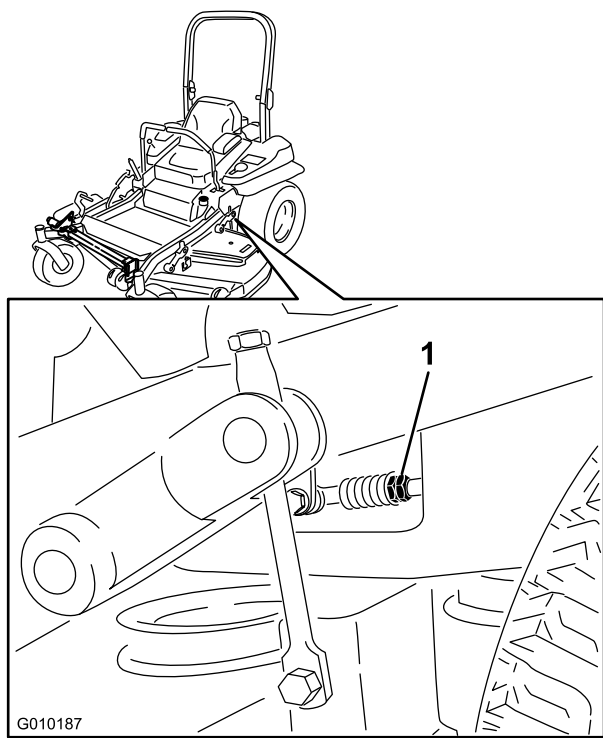

Figura 87
8. Ajuste la longitud de las varillas de control de las bombas girando las tuercas dobles de la varilla en el sentido apropiado, hasta que las ruedas se muevan ligeramente en marcha atrás (Figura 87).